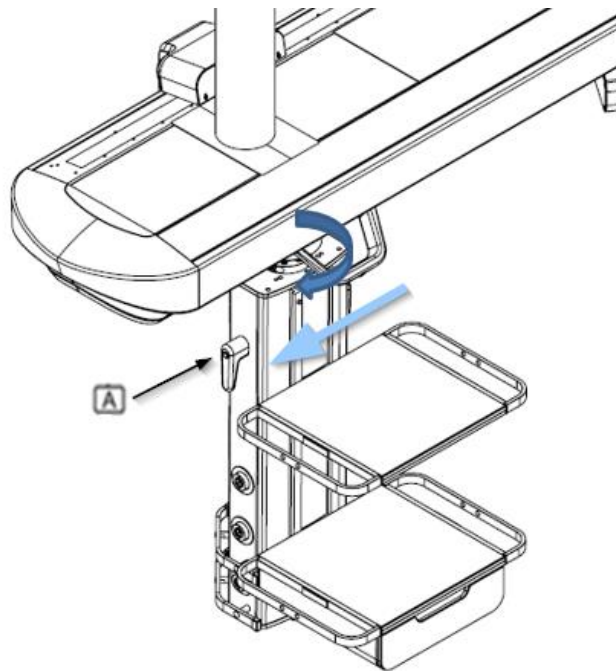

Abb. 28 Entriegelung der Dreh- und Fahrbremsen von Säulen ohne Ausleger für ABITUS
Bei Konfigurationen ohne Auslegerarm ist nur die Betätigung (A) aktiviert. Durch Betätigen werden sowohl die Fahrbremse als auch die Drehbremse gleichzeitig gelöst, wie in Abbildung 28 dargestellt.